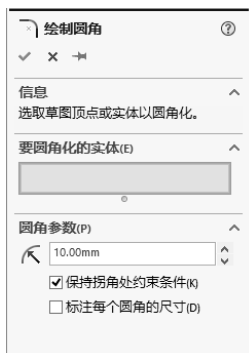
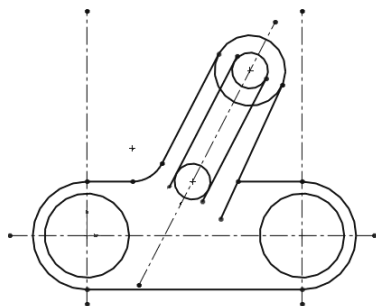

图 2-34 “绘制圆角”属性管理器
图 2-35 绘制圆角 1
① 单击“草图”快速访问中的“绘制圆角”按钮，弹出图 2-34 所示的“绘制圆角”属性管理器，输入圆角半径为 10.00mm，选择视图中左边的两条直线，单击“确定”按钮，结果如图 2-35 所示。